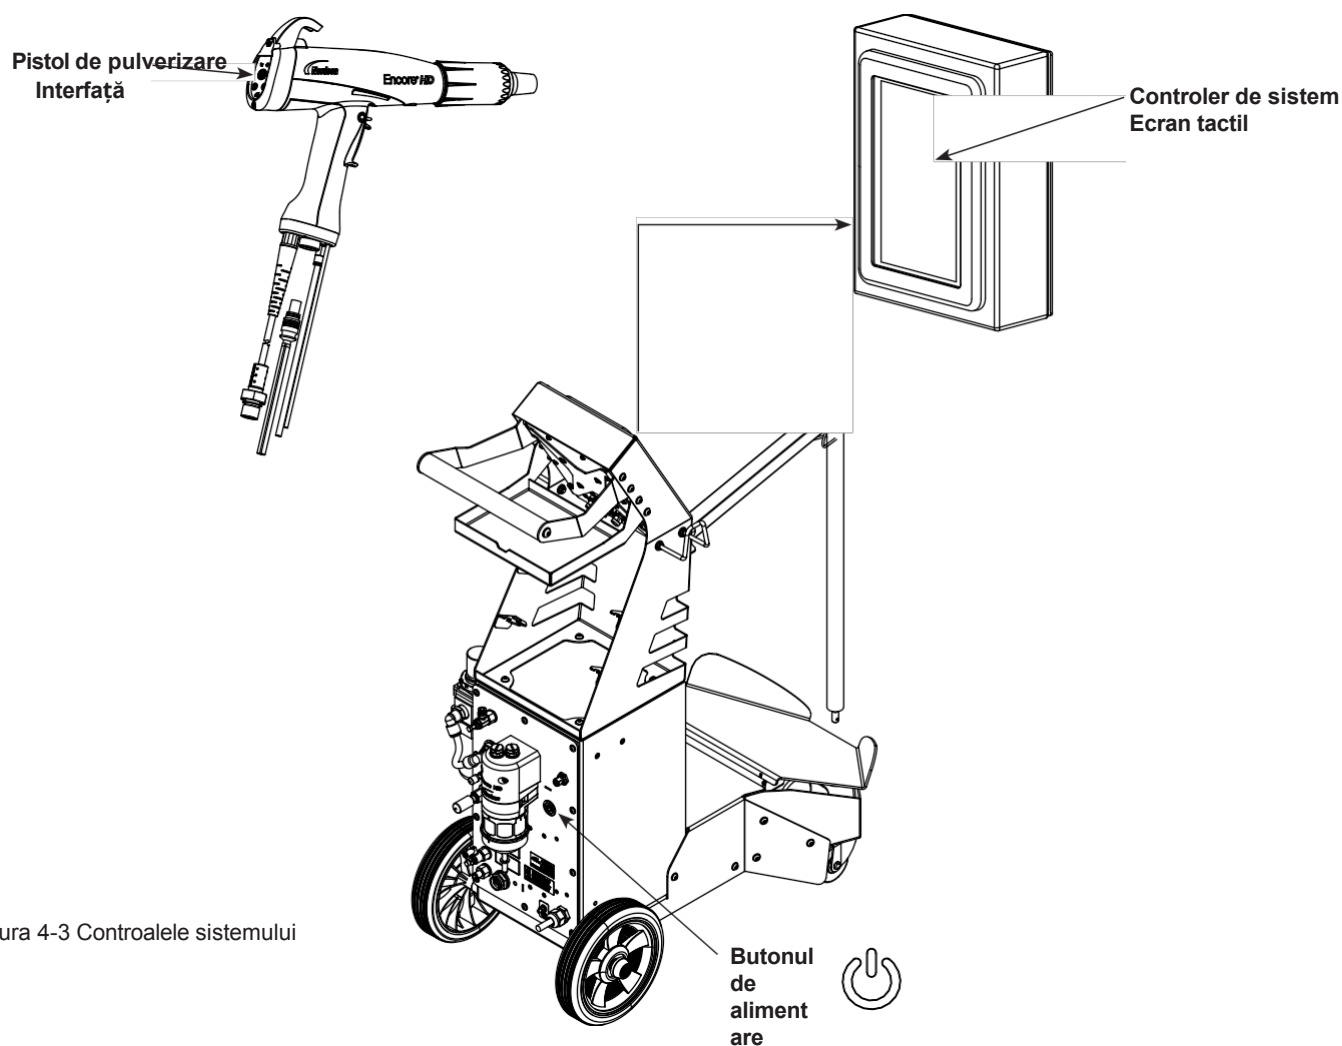

Figura 4-3 Controalele sistemului
4. A se vedea figura 4-3. Asigurați-vă că pistolul de pulverizare nu este declanșat, apoi porniți alimentarea controlerului de sistem . Ecranul tactil al controlerului de sistem și interfața pistolului ar trebui să se aprindă.